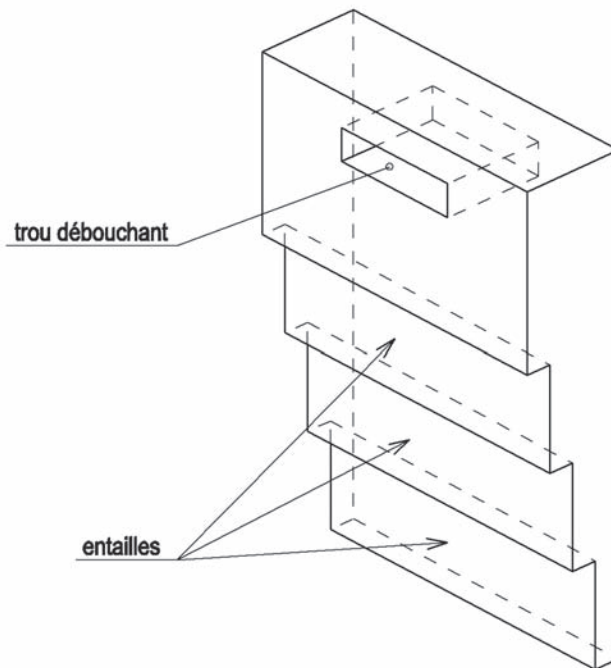

Figure 2.3
- Cette pièce possède 2 formes techniques, voir figure 2.3.